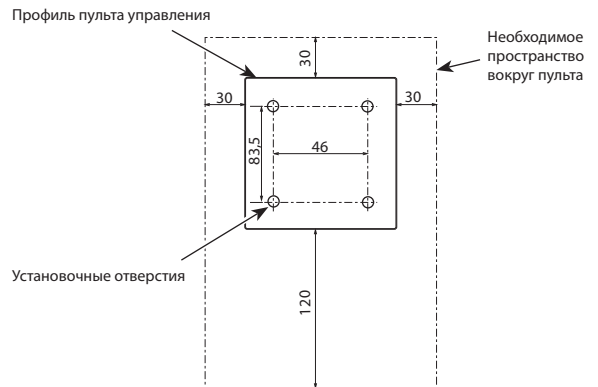

Рис. 4.2.2
- 1) Соблюдайте безопасные расстояния показанные на Рис. 4.2.2, независимо от места установки основного контроллера: в распределительную коробку или на стену